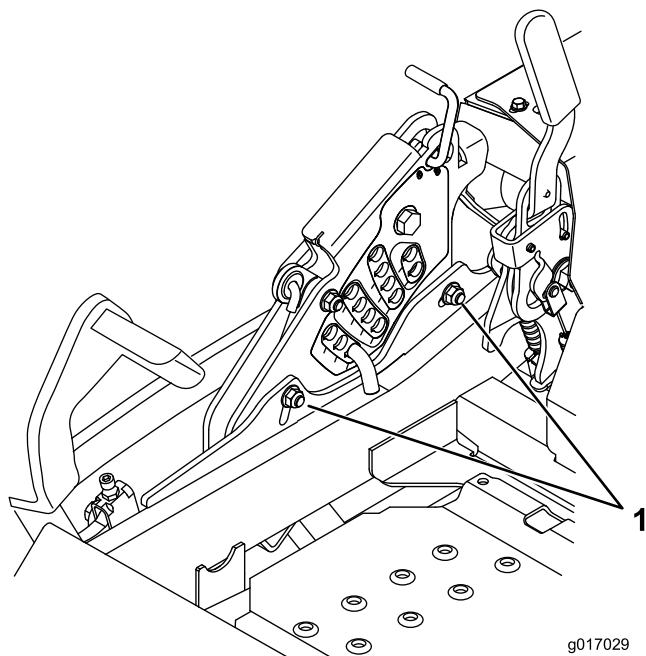

Figura 95
12. Para ajustar el sistema de ajuste de un solo punto, afloje los 2 pernos situados cerca del borde inferior de la pletina de altura de corte. Consulte Figura 95.
14. Apriete los 2 pernos en el borde inferior de la pletina de altura de corte (Figura 95). Apriételos a 18–23 N·m (27 a 33 pies-libra).